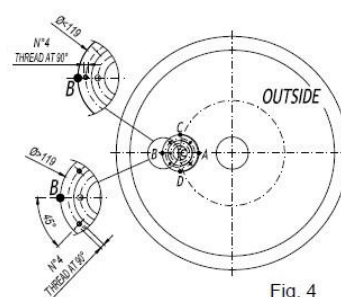

Fig. 4
- ◆ Проверьте совмещение отверстий фланца, как описано в разделе 4.4.1. и на рис. 4.
- ◆ Отметьте сваркой снаружи емкости А и В. Проверьте соосность и наклон, при необходимости откорректируйте (рис. 4).
Отметьте С и D (Рис. 4)